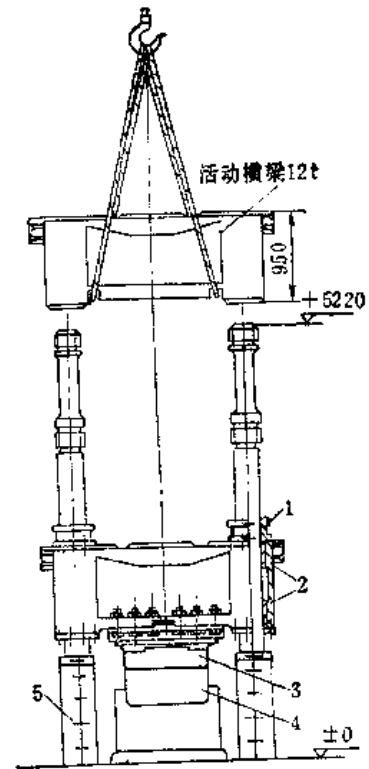

图13-2-21 拆吊活动横梁
5) 拆吊活动横梁: 如图 13-2-21 所示, 先拆上限程套 1, 再拆立柱导套 2, 然后起吊活动横梁。起吊过程中要平稳, 提至接近立柱螺纹部分时, 务必缓慢提升, 做到安全通过。最后拆除锤头 3, 砧座 4 及限程套 5。根据现场情况, 部分脚手架也随之拆除。